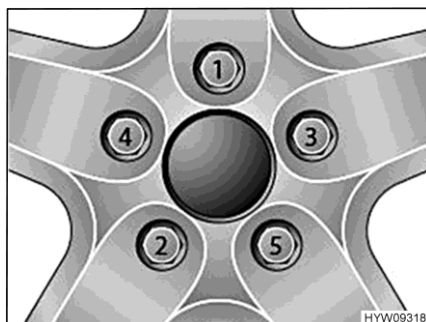

Bild 122 Dra fast hjulmuttrarna eller hjulbultarna korsvis
- Dra fast hjulmuttrarna eller hjulbultarna i den ordning som anges i Bild 122. Använd en momentnyckel och observera det angivna åtdragningsmomentet (se avsnitt 14.5).
- Kontrollera regelbundet att hjulmuttrarna eller hjulbultarna är ordentligt åtdragna. Om du har bytt däck ska hjulmuttrarna eller hjulbultarna dras åt efter 5 mils körning. Följ den ordning som anges i Bild 122.
- Då nya eller nylackerade fälgar används bör hjulmuttrarna eller hjulbultarna dras åt efter ca 100 till 500 mil. Följ den ordning som anges i Bild 122.